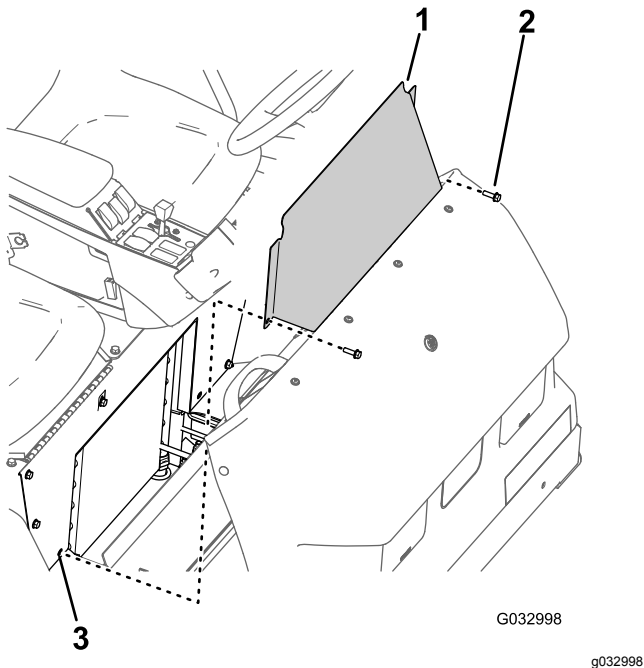

Figura 60
1. Retire los 2 pernos con arandela prensada que sujetan el panel de acceso de la base del asiento a la base del asiento (Figura 60).
2. Retire el panel de acceso de la base del asiento de la máquina (Figura 60).
1. Alinee los taladros del panel de acceso de la base del asiento con los taladros de la base del asiento (Figura 60).
2. Monte el panel de acceso de la base del asiento en la base del asiento con los dos pernos con arandela prensada (Figura 60) que retiró en el paso 1 de Retirada del panel de acceso de la base del asiento (página 55).